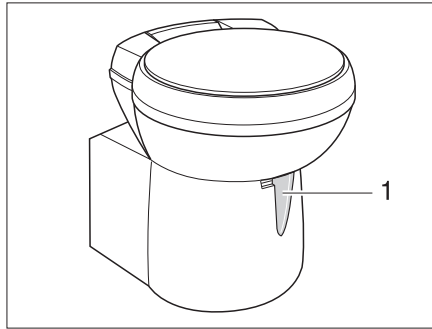

Bild 149 Thetford-Toilettenschüssel, schwenkbar
- Vor dem Spülen den Schieber der Thetford-Toilette öffnen. Dazu den Schieberhebel (Bild 149,1) entgegen dem Uhrzeigersinn schieben.